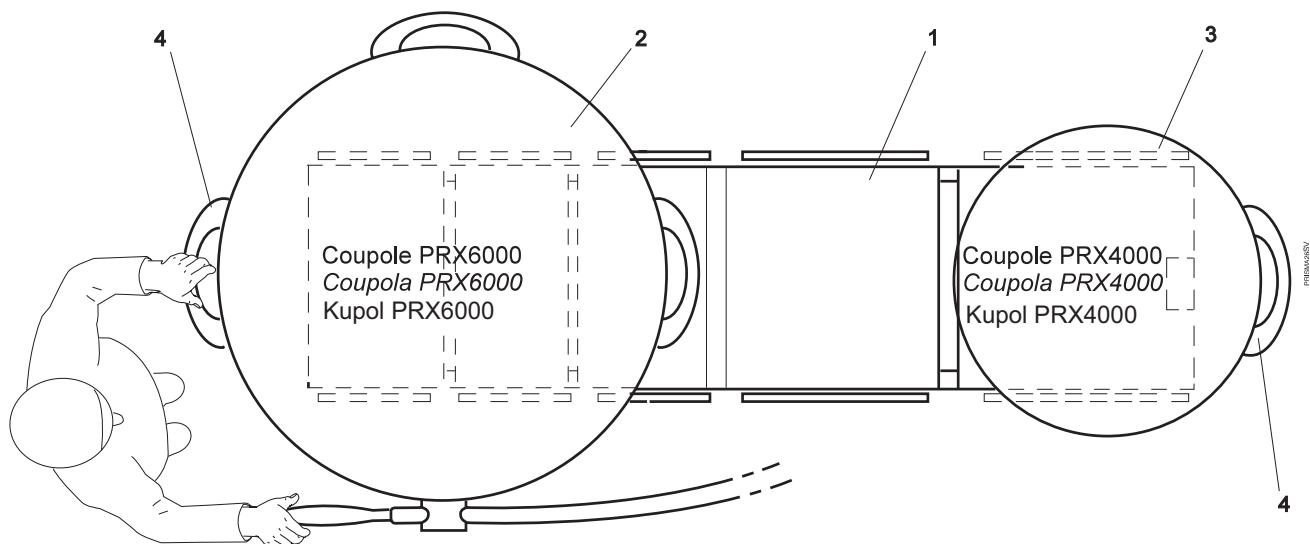

FIG. 10.1 VUE DE DESSUS DE L'ÉCLAIRAGE ET DE LA TABLE D'OPÉRATION
Les coupoles peuvent être manipulées, grâce aux poignées extérieures (4) conçues à cet effet. Les rotations libres de 360° autour de l'axe principal d'accrochage sont là pour faciliter ces macromanipulations (Fig.10.1).
The cupolas can be handled using the peripheral handles (4). Macro handling is facilitated by the lights ability to rotate 360° around the main axis (Fig. 10.1).
Kupolerna kan hanteras, tack vare de för detta ändamål avsedda ytterhandtagen (4). Makrohantering underlättas av ljusens förmåga att rotera fritt runt 360° kring huvudupphängningsaxeln (Fig.10.1).